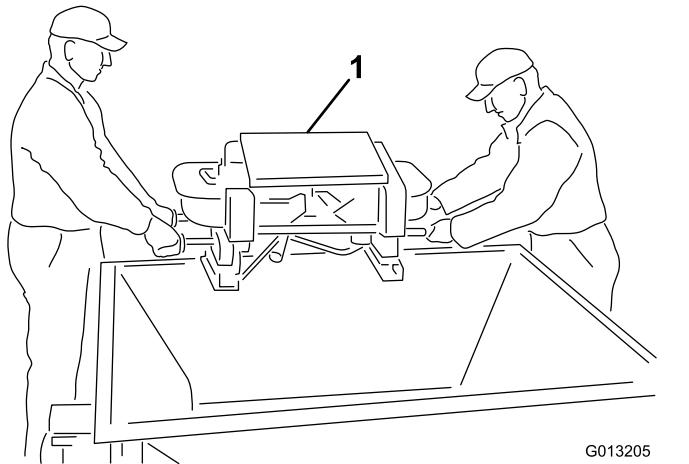

Bild 5
4. Heben Sie den Doppel-Tellerstreuer mit den zwei äußeren Griffen des Doppel-Tellerstreuers aus der Fangbox und setzen Sie ihn auf dem Boden ab (Bild 5).